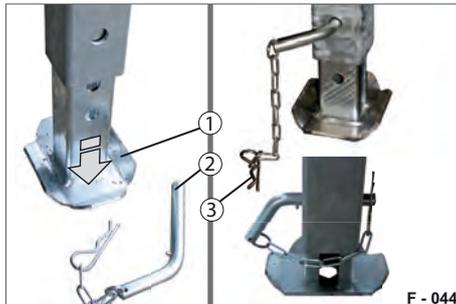

Abb. 63 Stellfuß verstellen
- ▶ Federstecker (Abb. 63/3) aus dem Steckbolzen (Abb. 63/2) herausziehen.
- ▶ Stellfuß (Abb. 63/1) auf einen festen Untergrund absetzen bzw. den Stellfuß soweit nach unten verstellen, bis dieser noch in weiterer Bohrung arretiert werden kann.
- ▶ Stellfuß (Abb. 63/1) hochstellen und mit dem Steckbolzen (Abb. 63/2) und Federstecker (Abb. 63/3) sichern.